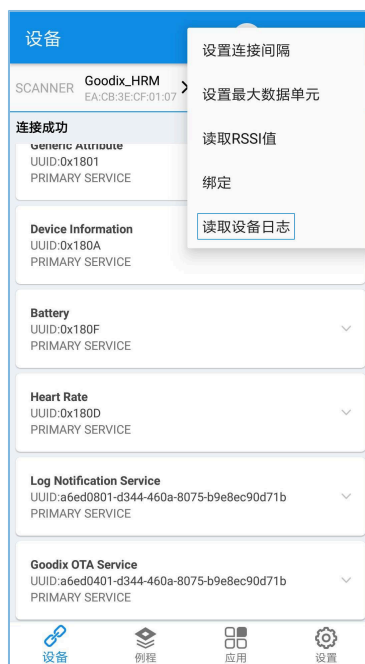

图 3-4 读取设备日志
2. 点击右上角的 ⓘ 按钮，选择“读取设备日志”，如图3-4所示：